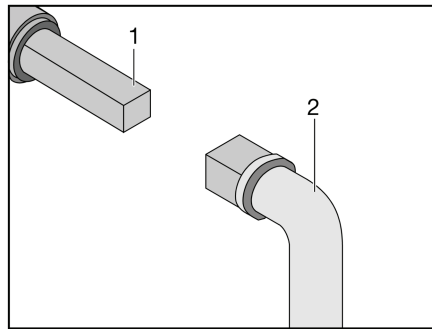

Fig. 262 Utilisation du robinet d'évacuation des eaux usées
- Insérer la clé (Fig. 262,2) sur la vis à quatre pans (Fig. 262,1).